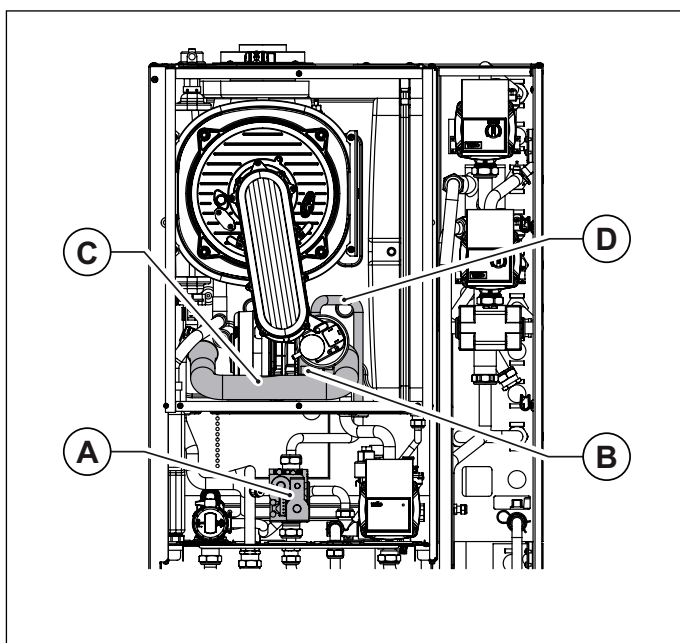

Abb. 30 Ansaugrohr
- Das Ansaugrohr für die Verbrennungsluft demontieren (siehe Abb. 30 Ansaugrohr).
- Verschraubung der Gasleitung von der Mischeinrichtung lösen (siehe Abb. 30 Ansaugrohr).